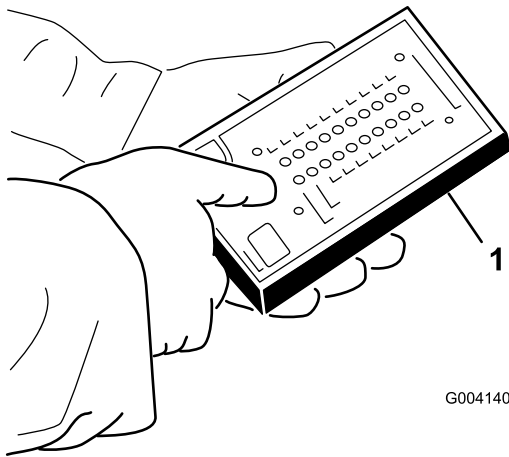

Bild 41
4. Schließen Sie den Stecker des ACE-Anzeigewerkzeugs am Diagnostikanschluss an (Bild 41).